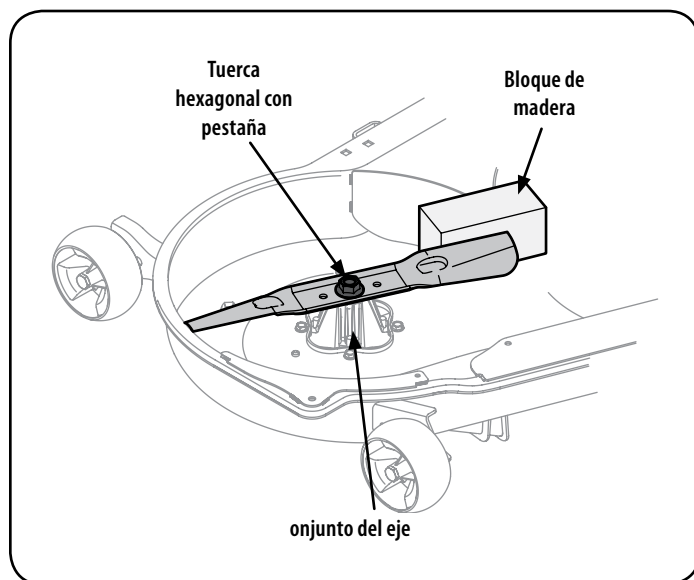

Figura 24
2. Use una "llave de 15/16 para sostener la tuerca hexagonal en la parte superior del conjunto del husillo cuando afloje la tuerca hexagonal que fija la cuchilla. Un bloque de madera puede ser colocado entre el alojamiento de la plataforma y el filo de la cuchilla para ayudar a aflojar la tuerca hexagonal que fija la cuchilla. Ver Figura 24.